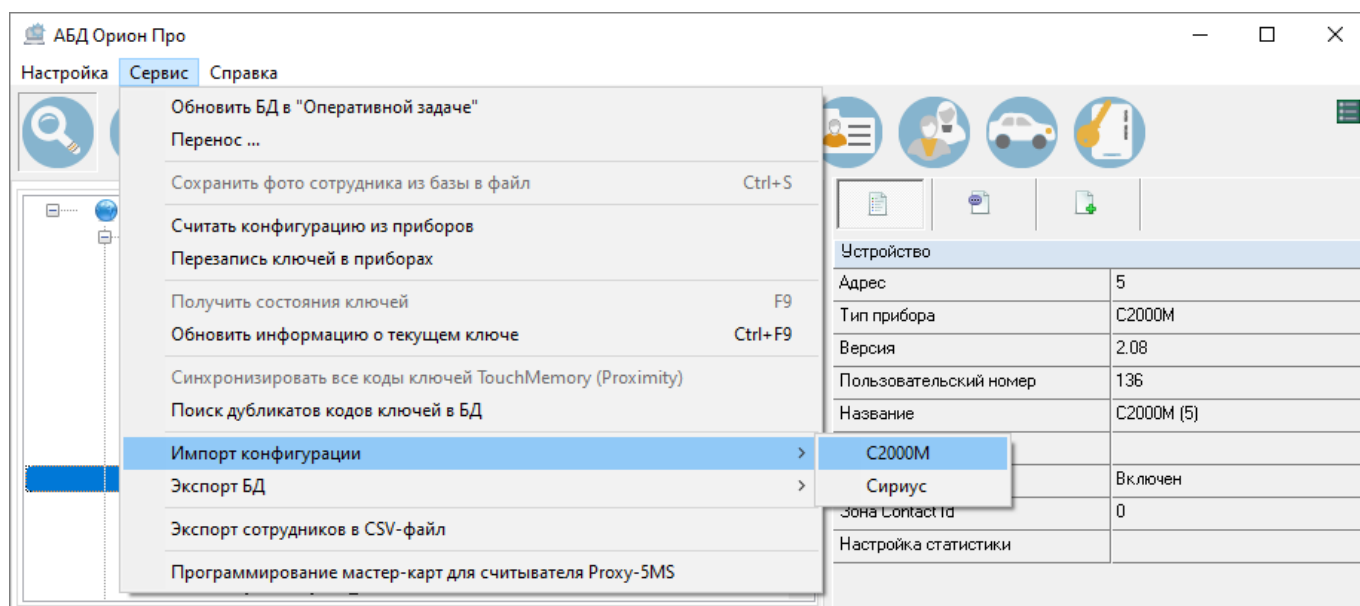

Рисунок 6-929 Инициализация импорта конфигурации пульта "С2000М" в БД через меню "Сервис"
- а) выделите в дереве объектов тот пульт «С2000/С2000М», для которого необходимо импортировать конфигурацию, и выберите в меню «Сервис» пункт «Импорт конфигурации», а затем пункт «С2000М» (см. Рисунок 6-929);